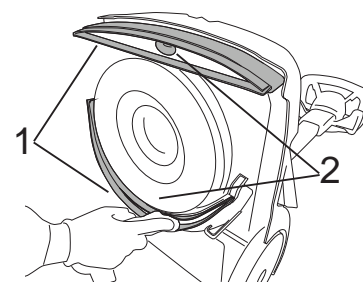

Fig.37
- Rengjør bladene på begge sugenalene med en klut (fig.37, ref.1).
- Rengjør oppsamlingseenheten på begge sugenalene (fig. 37 - ref. 2).